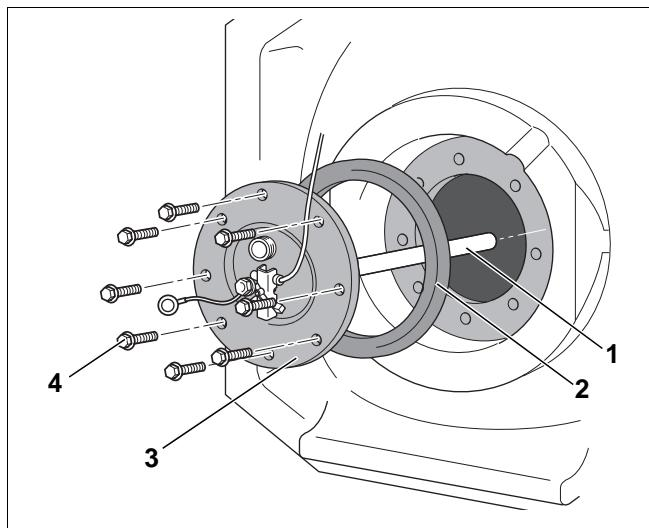

Рис. 15 Демонтаж крышки смотрового люка
- Вывернуть болты (рис. 15, поз. 4) из крышки смотрового люка (рис. 15, поз. 3).
- Снять с бака крышку смотрового люка вместе с магниевым анодом (рис. 15, поз. 1) и уплотнением крышки (рис. 15, поз. 2).